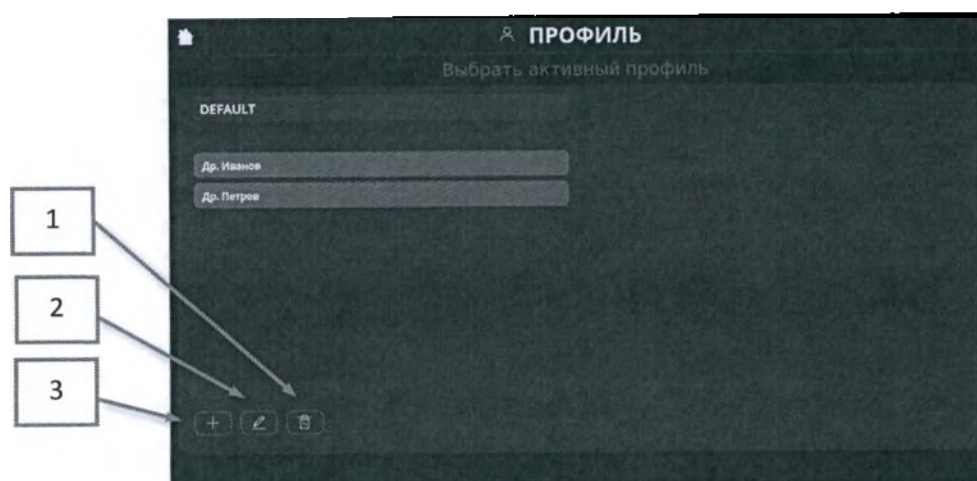

Рис. 32- Экран создания и выбора профиля пользователя
В Аппарате предусмотрена возможность создания профиля пользователя. При создании и выборе профиля, все системные настройки Аппарата и сохраненные режимы пользователя будут применимы и доступны только для выбранного профиля. Для перехода на экран создания и выбора профиля нажмите (7). Для выбора необходимого профиля для работы нажмите на соответствующий профиль из списка (Рис.32). По умолчанию в Аппарате установлен профиль производителя (DEFAULT).
Для создания нового профиля нажмите кнопку (3) (Рис.32). В появившемся окне введите название профиля с помощью, отображенной на экране, виртуальной клавиатуры.
Для редактирования имени профиля нажмите кнопку (2) (Рис.32). Для удаления созданного профиля нажмите кнопку (1) (Рис.32)